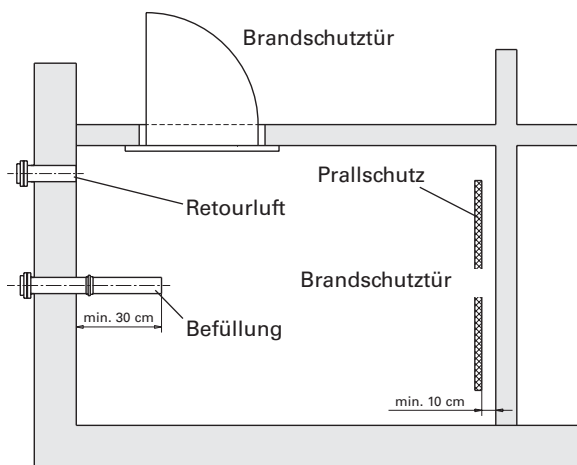
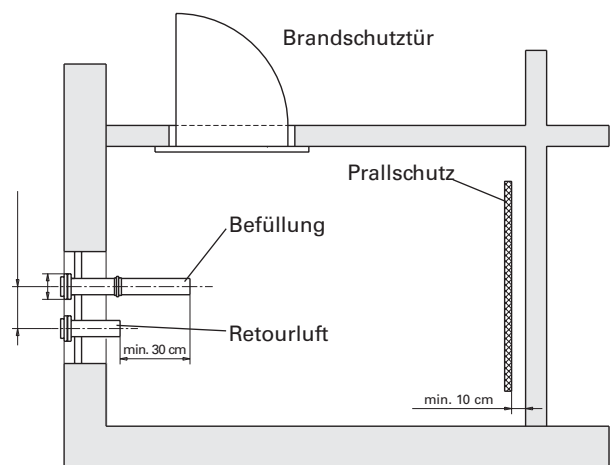

Abb. 6 Pellets-lageraum – Ansicht von oben
Abb. 7 Pellets-lageraum – Ansicht von oben
- Die **Anschlussstutzen (Befüll- und Retourluftstutzen)** sollten sich auf der schmälern Seite des Lagerraumes befinden und sind so anzuordnen, dass es während des Befüllvorganges zu keinem Überdruck im Lageraum kommen kann. Die Retourluftöffnung muss innen mit der Wand bündig abschließen und sollte in Tüرنähe angeordnet werden. Der Befüllstutzen sollte mittig in der Wandbreite eingebaut werden und mindestens 30 cm in den Raum hineinragen – Abb. 6. Die Anschlussstutzen (Befüll- und Retourluftstutzen) können auch durch eine vorhanden Fensteröffnung durchgeführt bzw. montiert werden – Abb. 7